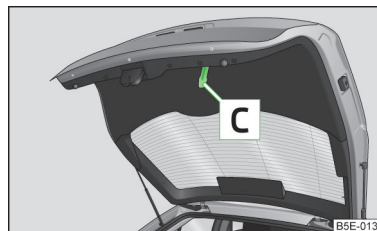

Fig. 20 Mănerul capitonajului interior al capotei portbagajului
► Trageți în jos capota cu mânerul  » fig. 20 și trântiți-o cu un ușor avânt.